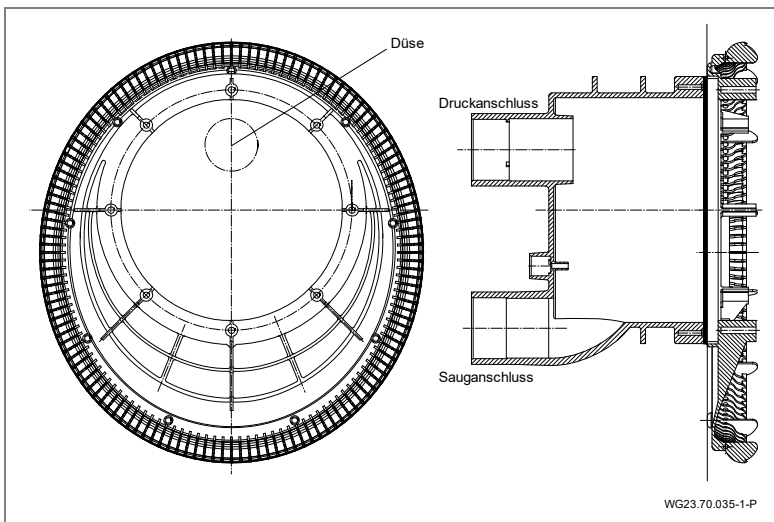
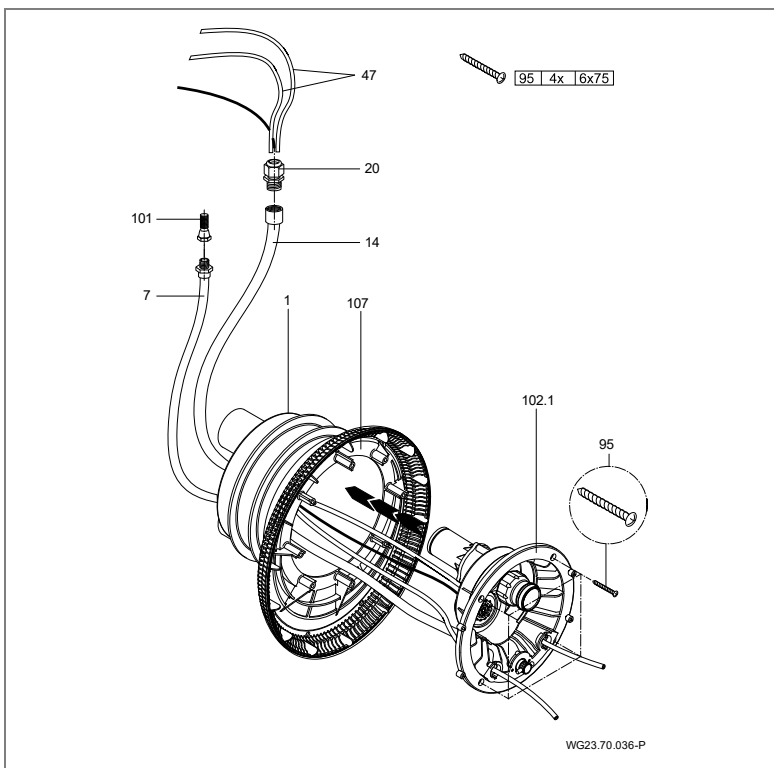
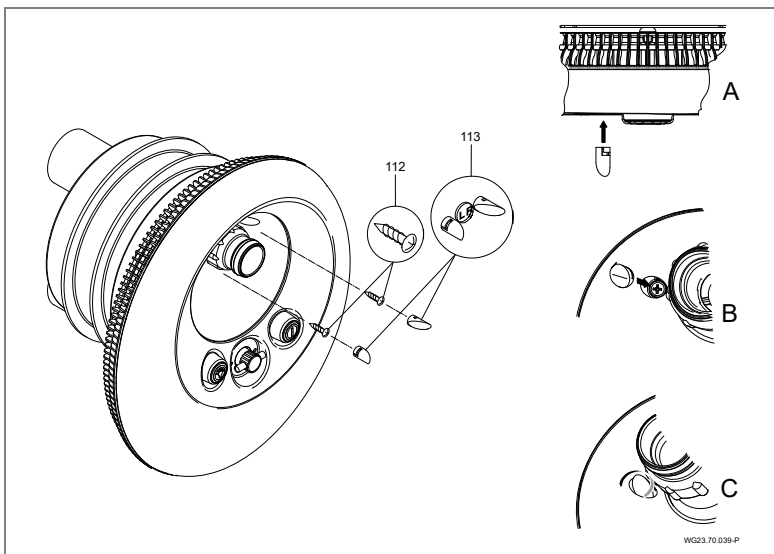

Abb. 16
Abb. 17
Abb. 20
2. Ansauggehäuse (107) am Spannring aufsetzen. Auf Einbaulage achten. (Abb. 16)
3. Düsengehäuse (102.1) am Einbaugehäuse (1) ansetzen.
4. Pneumatikschläuche und Kabel des Scheinwerfers durch den Schutzschlauch (14) führen und mit der Kabelverschraubung (20) abdichten.
5. Luftleitung mit der Klemme (8) am werkseitig montierten Luftregler (21) befestigen.
6. Düsengehäuse (102.1) mit vier Schneidschrauben (95) am Einbaugehäuse befestigen. (Abb. 17)
10. Die Zierkappen wie in Abb. 16 A–C in der Lichtabdeckung (110) befestigen. Richtige Zierkappen für links (L) und rechts (R) verwenden. (Abb. 20)
1. Kabelverschraubung (20) lösen.
4. Abdeckung (113) entriegeln. Siehe "Abb. 20" auf Seite 33.
5. Schraube (112) lösen und Lichtabdeckung (110) entfernen.
6. Schrauben (49) lösen und Edelstahlblende (93) entfernen.
7. Schrauben (95) lösen und Ansauggehäuse (107) entfernen.
8. Schrauben (52) lösen, Spannring (28) und Spannringdichtung (27) abnehmen.